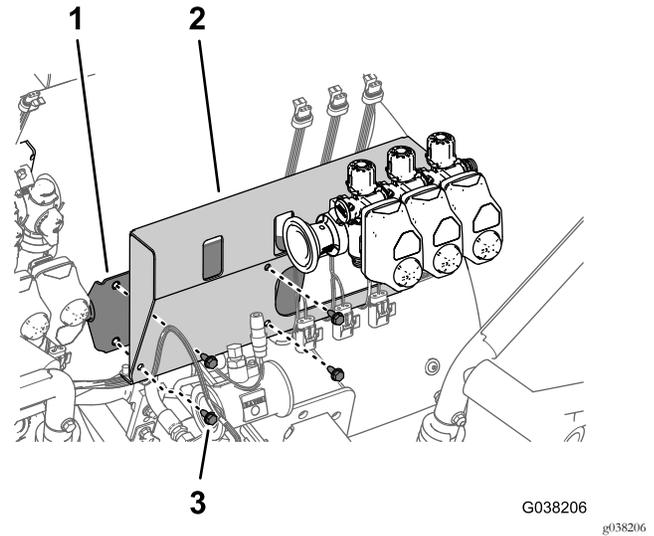

Bild 49
1. Fluchten Sie die vier Löcher in der Halterung für das Abschnittventil mit den vier Löchern in der Befestigung aus (Bild 49).
2. Befestigen Sie die Halterung für das Abschnittventil mit den vier Bundkopfschrauben (5/16" x 3/4"), die Sie in Schritt 1 in Entfernen der Auslegerabschnittventile, Zulaufschläuche und der Abschnittventilbefestigung \(Seite 13\) entfernt haben, an der Halterungsbefestigung (Bild 49).